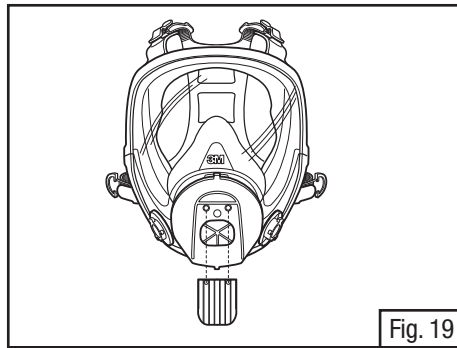

Fig. 19
4. Coloque a substituição da válvula de exalação sobre a abertura de exalação inserindo as hastes e puxe através a partir do lado oposto até que estejam ambos travados em posição (Fig. 19 and 20).